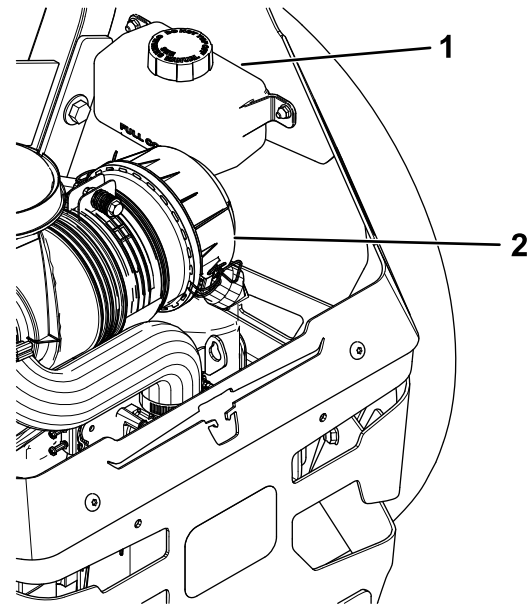

Figura 72
2. Compruebe el depósito de expansión y si es necesario, añada fluido hidráulico Toro® HYPR-OIL™ 500 hasta la línea FULL COLD (Figura 72).